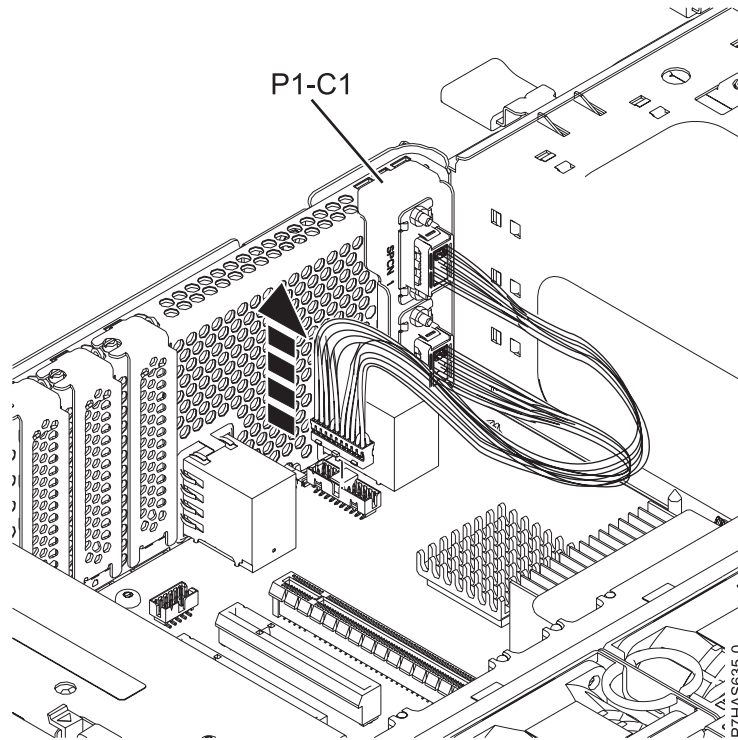

Figure 9. Retrait de l'assemblage de câble SPCN
- a. Déconnectez le câble de contre-poupée SPCN du fond de panier du système (voir la figure 9).